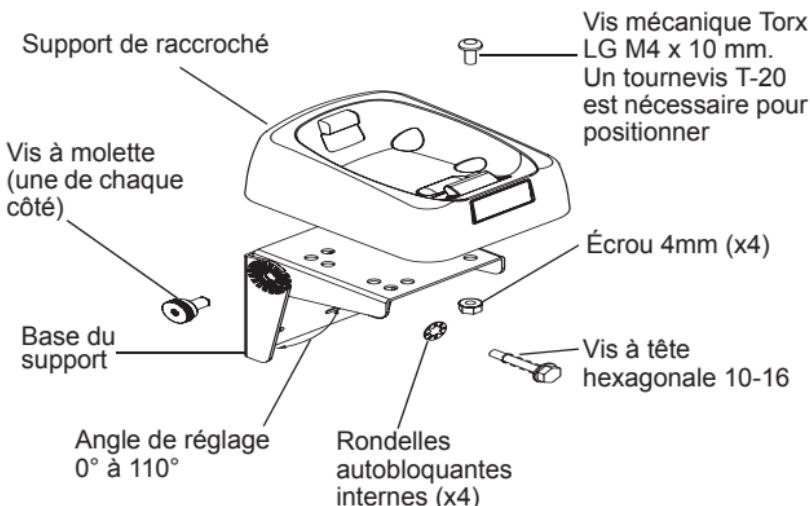

Figure 1 Support de fixation réglable
Après avoir choisi le lieu et la position d'installation, consultez la Figure 1 et suivez les instructions ci-dessous.
4. Placez le support de raccroché sur le support de fixation comme indiqué à la Figure 1. Fixez-le avec la vis mécanique M4 x 10 mm et l'écrou M4 fournis avec un tournevis à pointe hexalobée T-20 (Torx).